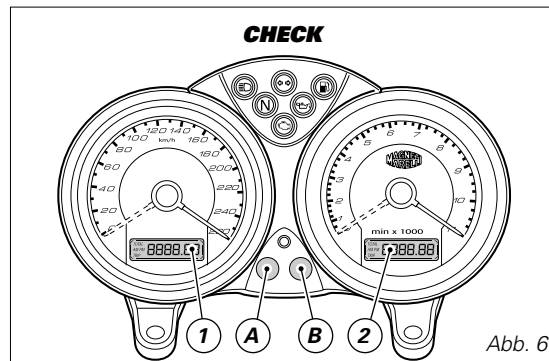

Abb. 6
Auf das Drücken der Taste (B) (Abb. 6) bei einem auf **ON** stehenden Zündschlüssel kommt es zu einer Wechselanzeige des Tages- und des Kilometerzählers.
Befindet er sich in der Funktion **TRIP** (Tageskilometerzähler) kommt es durch das Niederdrücken der Taste (B) (Abb. 6), für 2 Sekunden, zum Rückstellen der Displayanzeige (LCD 1) auf Null.
Auf das Drücken der Taste (A) (Abb. 6) bei einem auf **ON** stehenden Zündschlüssel werden die Uhrzeit und die Wassertemperatur angezeigt.
Drückt man die Taste (B) (Abb. 6) innerhalb von 5 Sekunden nach dem Umstellen des Zündschlüssels auf **ON**, kann man durch ein aufeinanderfolgendes Niederdrücken dieser Taste die Helligkeit am Instrumentenbrett einstellen.